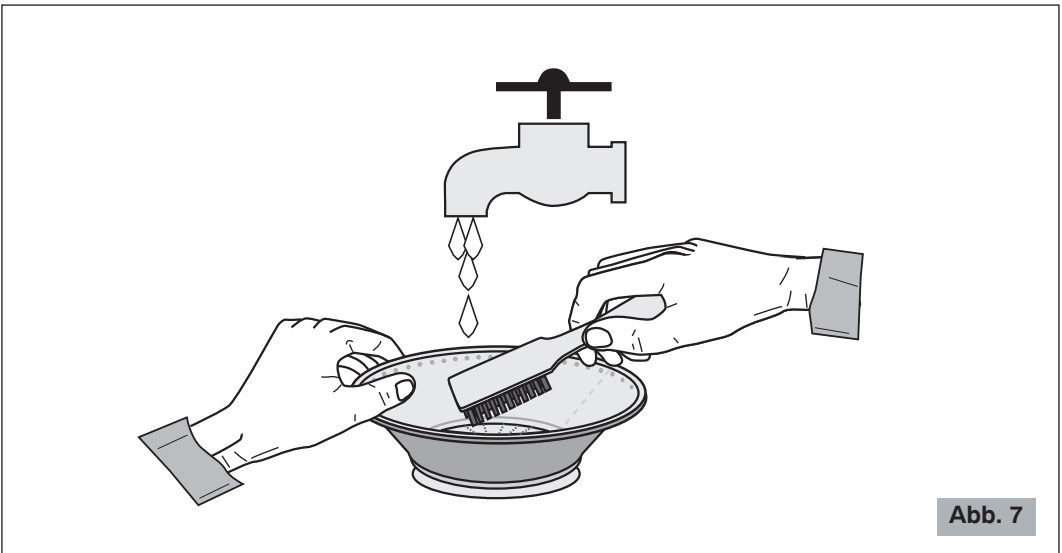

Abb. 7
- Um mehr Saft zu erzielen, muss der Korb immer mit der Nylon-Bürste der Ausstattung gereinigt werden. Den Korb unter den Wasserhahn halten und mit der Bürste die Innenseite des Siebes reinigen (siehe Abb. 7), danach gegen das Licht kontrollieren, dass keine Verstopfungen der Löcher des Filtersiebes vorhanden sind. Sollten noch Verstopfungen vorhanden sein, den Korb in warmes Wasser mit 12% Zitronensaft bzw. Essig legen, um die Verstopfungen zu entfernen. Andernfalls den Korb im Geschirrspüler reinigen.
Zu nasses Fruchtfleisch im Sieb und geringere Saftmenge.	<ul style="list-style-type: none"> • Langsamer zentrifugieren und das Obst weniger stark nach unten drücken. • Sich immer vergewissern, dass der Korb sorgfältig mit der Nylon-Bürste der Ausstattung gereinigt wurde. Den Korb unter den Wasserhahn halten und mit der Bürste die Innenseite des Siebes reinigen (siehe Abb. 7), danach gegen das Licht kontrollieren, dass keine Verstopfungen der Löcher des Filtersiebes vorhanden sind. Sollten noch Verstopfungen vorhanden sein, den Korb in warmes Wasser mit 12% Zitronensaft bzw. Essig legen, um die Verstopfungen zu entfernen. Andernfalls den Korb im Geschirrspüler reinigen. • Zu reifes Obst.